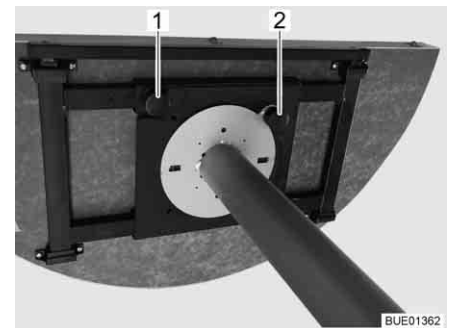

Bild 113 Verstellmechanismus
- Rändelschraube (Bild 113,1) lösen.
- Verstellknopf (Bild 113,2) anheben.